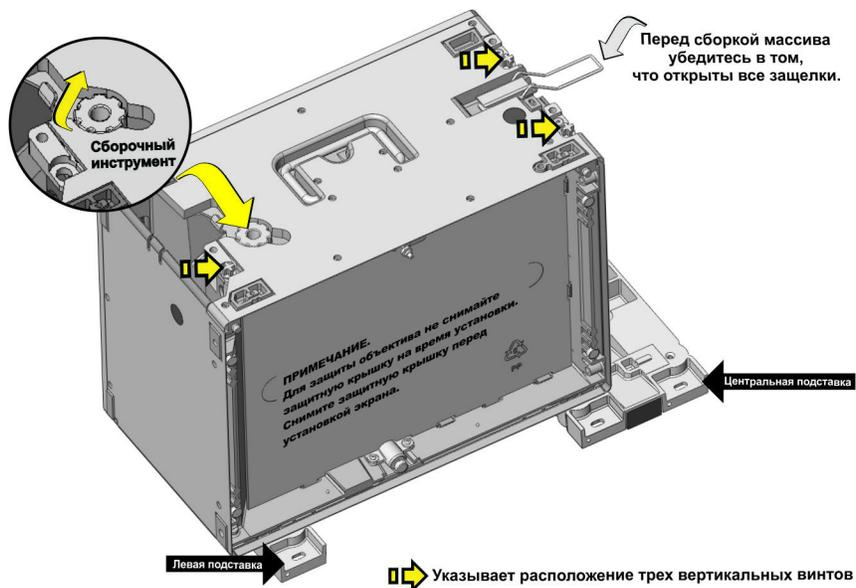

Рис. 2-3 Инструмент для сборки и подставка
1. Перед началом сборки убедитесь, что защелки на всех ячейках открыты (Рис. 2-3).
2. Установите первую ячейку массива на две подставки: левую и центральную (Рис. 2-3).
3. Вставьте три 3 вертикальных винта, поставляемых с ячейками MicroTiles, в 3 отверстия, показанные на Рис. 2-3.
4. Извлеките сборочный инструмент, закрепленный на верхней части ячейки, и от руки закрутите 3 вертикальных винта, зафиксировав ячейку на подставке (Рис. 2-3). НЕ ЗАТЯГИВАЙТЕ винты полностью в этот момент, оставив возможность настройки. **ПРИМЕЧАНИЯ. 1) НЕ ИСПОЛЬЗУЙТЕ электроинструмент для затяжки вертикальных винтов. 2) НЕ ИСПОЛЬЗУЙТЕ вертикальные винты в качестве крепежа для подвески массива.**